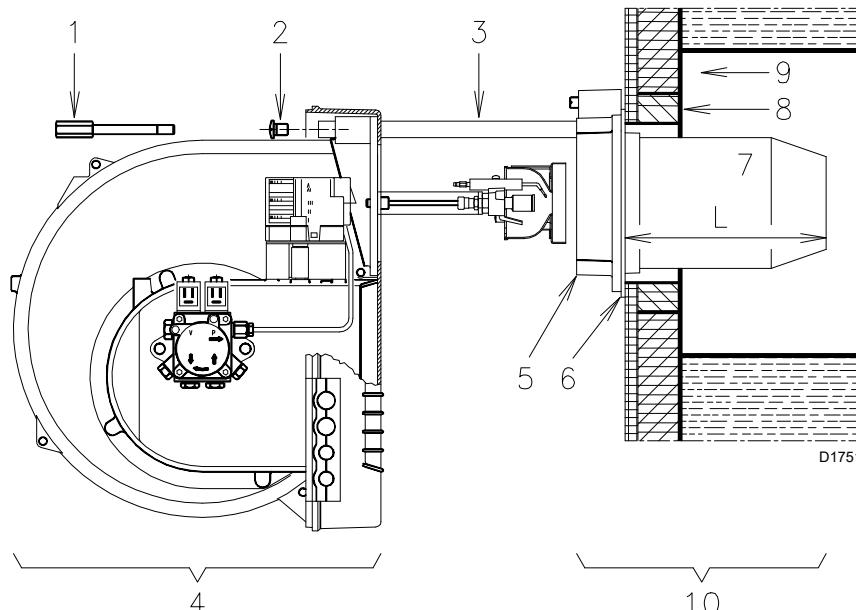

Fig. 11
- S'il était nécessaire de remplacer le gicleur une fois que le brûleur a déjà été installé sur la chaudière, ouvrir le brûleur sur les guides comme indiqué en Fig. 11, page 13, après avoir monté les rallonges 16)(Fig. 6, page 10), et procéder comme ci-dessus.